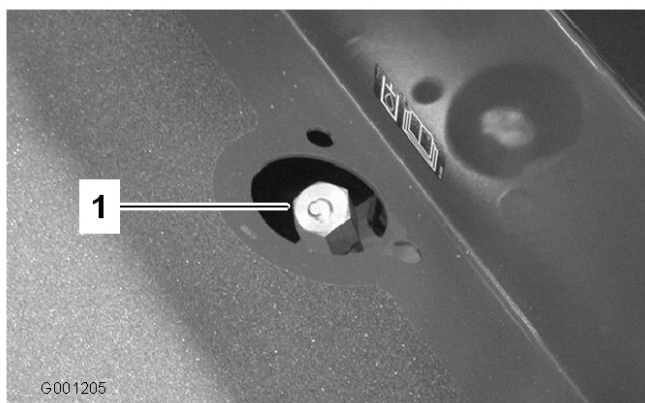

Figura 24
2. Retire la varilla (Figura 24) del cuello de llenado y límpiela con un paño limpio. Enrosque el tapón de la varilla con la presión de los dedos solamente en el cuello de llenado, luego retírelo y compruebe el nivel de aceite. Si el nivel no está a menos de 13 mm de la muesca de la varilla, añada suficiente aceite hidráulico de alta calidad para que llegue a la muesca. No llene demasiado.